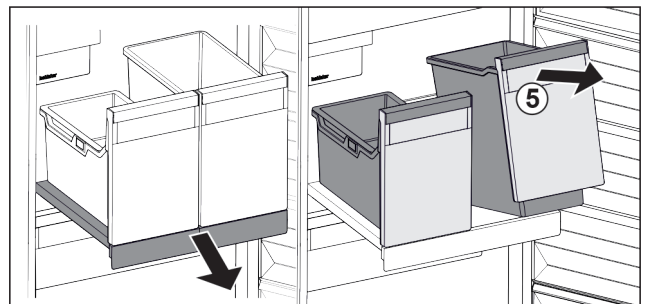

Fig. 169
- ▶ Приподнимите контейнеры Fig. 169 (5) спереди.